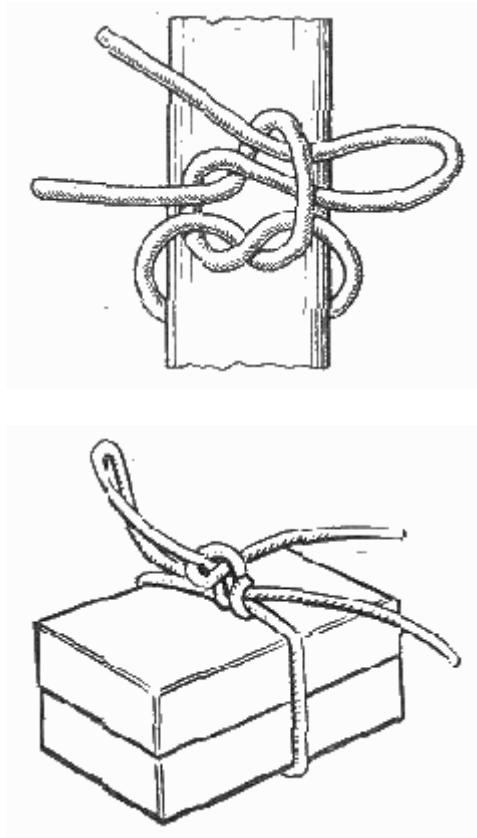

Рис. 94. Рифовый узел
**Рифовый узел** (рис. 94). Своё название он получил от слова “риф-штерт” — небольшой, ввязанный в полотнище паруса конец троса, которым “брали рифы”, т. е. связывали подобранный к нижней шкаторине паруса или к гику часть паруса, чтобы уменьшить его площадь при сильном ветре. На больших парусных судах с прямым вооружением рифы брали с помощью риф-сезней — плоских концов троса, которыми подвязывали верхнюю шкаторину паруса к риф-лееру. Риф-штерты связывались с таким расчетом, чтобы в любую минуту в случае необходимости можно было их развязать или, как говорят моряки, “раздернуть”. Для этой цели и применялся рифовый узел. Он очень схож с прямым узлом и вяжется способом, показанным на рис. 25, за исключением того, что при вязке второго полуузла его ходовой конец